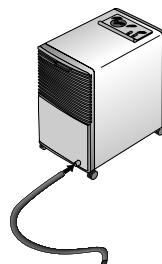

Fig. 3
- 4) På lågen ind til vandbeholderen er der udstanset et hul til slangen (fig. 3). Inden slangen føres gennem dette hul, er det nødvendigt at fjerne hullets centrale del. Kontrollér, at slangen er anbragt plant. Såfremt dette er tilfældet, forbliver vandet i vandbeholderen.